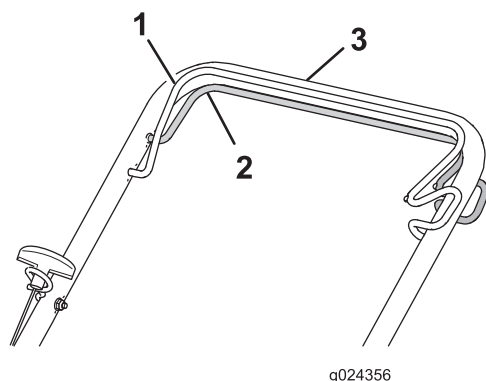

Figure 17
- **Pour engager l'autopropulsion :** Serrez et maintenez la barre de commande d'autopropulsion contre le guidon (Figure 17).